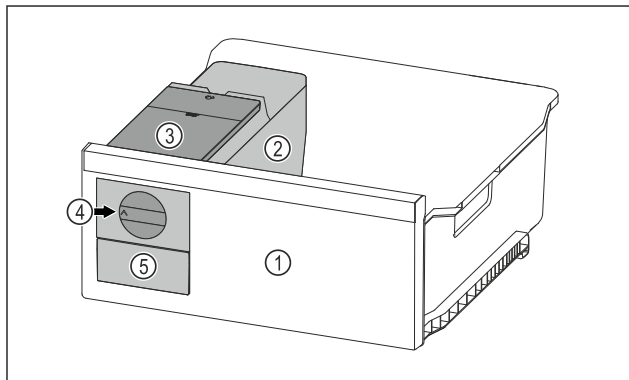

Fig. 155 Príklad zobrazenia
- ▶ Otočný gombík Fig. 155 (4) otočte v smere hodinových ručičiek až na doraz.
- ▷ Kocky ľadu vypadávajú z misky na kocky ľadu do zásuvky na kocky ľadu Fig. 155 (5).